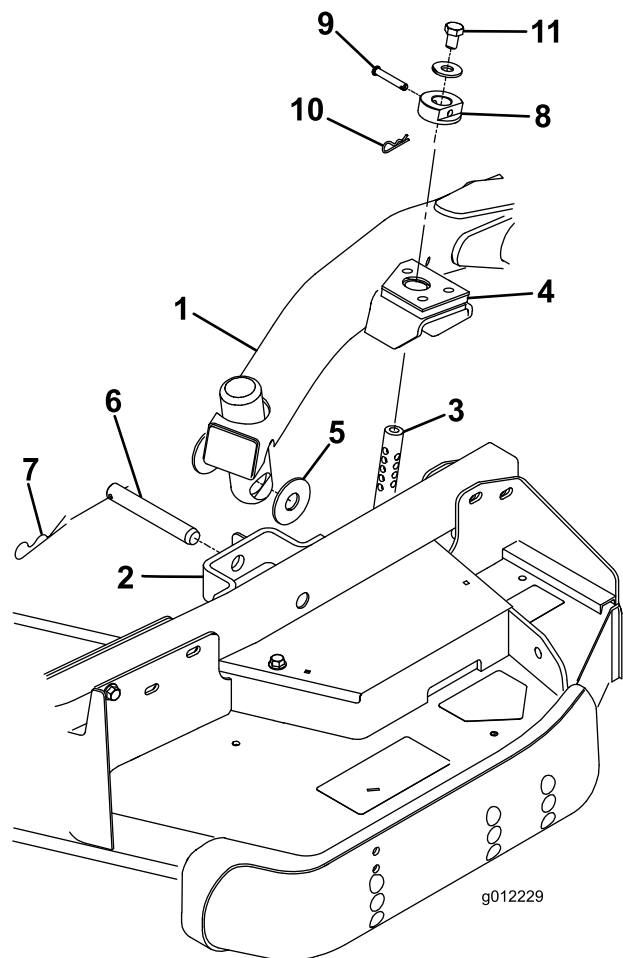

Figure 26
4. Placez le levier de relevage en position de flottement. Poussez un bras de relevage vers le bas jusqu'à ce que ses trous soient alignés sur ceux du support du bras pivotant. Il est alors possible d'introduire la tige de réglage de hauteur de coupe dans les patins du bras de levage (Figure 26).
5. Fixez le bras de relevage au bras pivotant avec (2) rondelles de butée, un axe de chape et une goupille fendue. Placez les rondelles de butée entre le bras de relevage et le support de bras pivotant (Figure 26). Insérez l'extrémité de la goupille fendue dans la fente de la patte du bras pivotant pour retenir la goupille fendue.
9. Montez les bagues de hauteur de coupe sur les tiges de réglage de hauteur de coupe et fixez-les avec les axes de chape et les goupilles fendues (Figure 26). La tête de l'axe de chape doit être dirigée vers l'avant du plateau.
10. Montez un boulon (1/2 x 3/4 po) et une rondelle au sommet de chaque tige de réglage de hauteur de coupe (Figure 26).